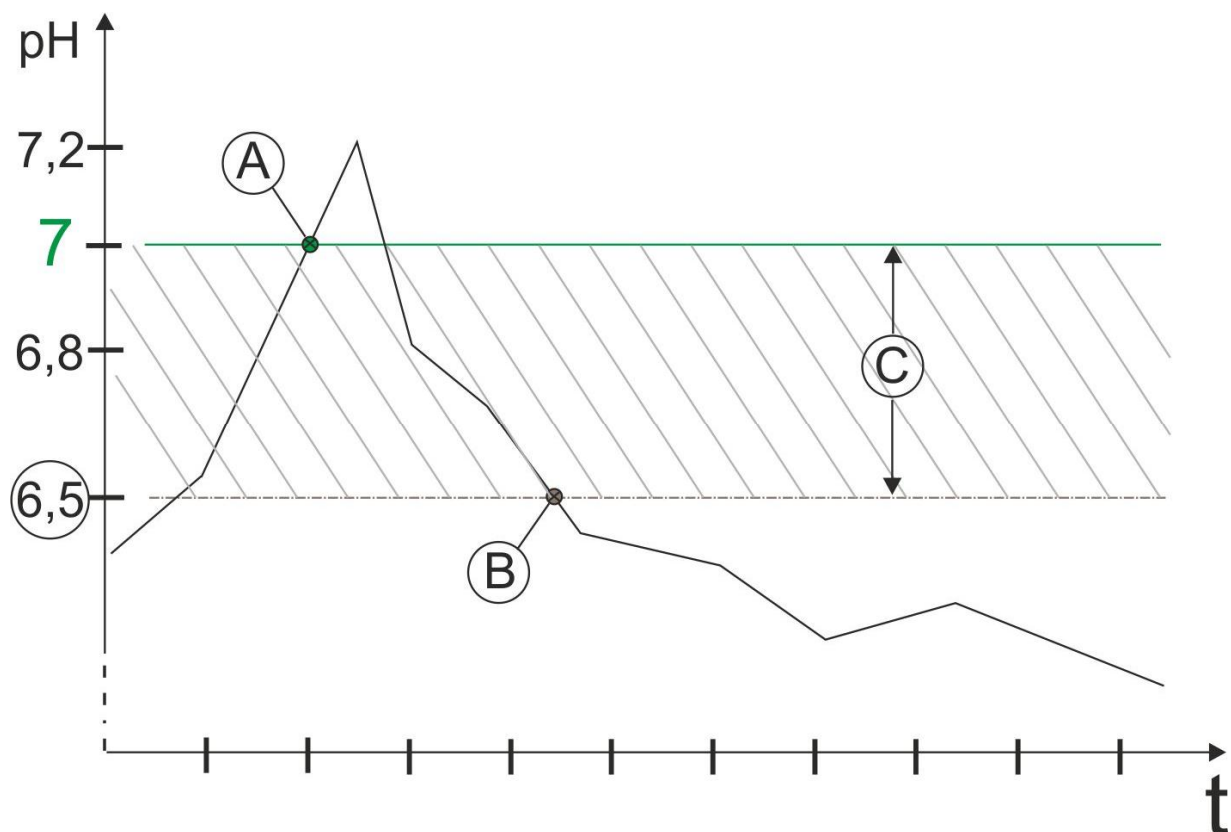

Abb. 1 High Setpoint
- Die Werte von erreichten **oberen** Grenzwerten “**HIGH** Setpoint” mit Datum/Uhrzeit (siehe Abb. 1, Werte A und B)